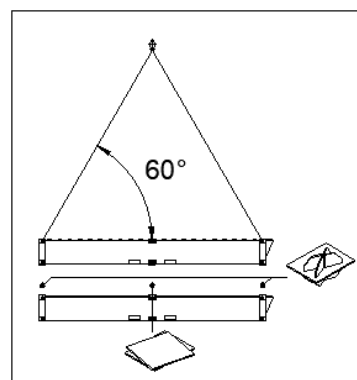

Abbildung 2
5. Zwischen den einzelnen Fäkalientanks sind an den äußeren Containerecken Zentrierelemente (Stacking Cones) und mittig zwischen Dachlängs- und Bodenlängsträger Unterlegsplatten zu verwenden, siehe Abbildung 2.